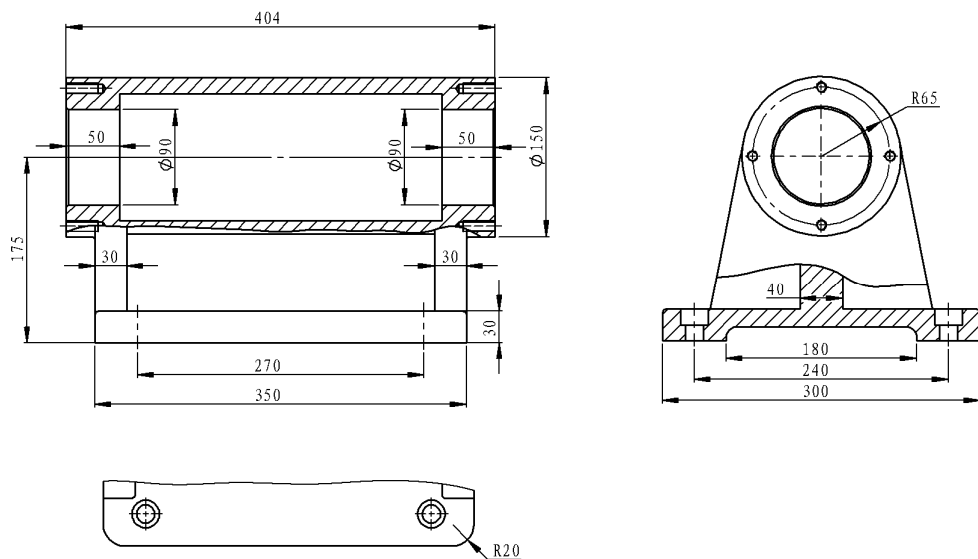

图 6.15.35 标注尺寸
Step2. 手动标注尺寸（二）。参照上面的步骤，标注图 6.15.35 所示的尺寸。